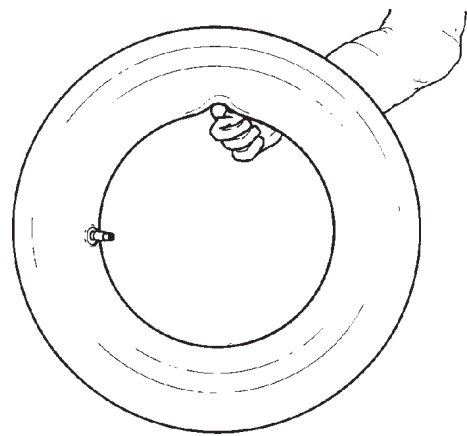

Fig. 5.1-2
C. Gonfler un peu la chambre à air: si on la soutient de l'index elle doit se plier un peu (Fig. 5.1-2).